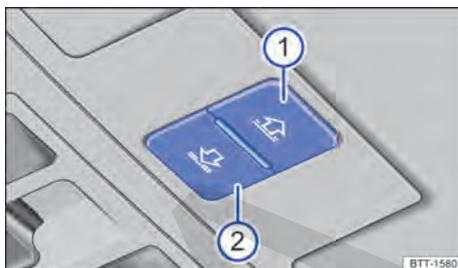

Fig. 112 En el revestimiento interior del techo: teclas para manejar la cortinilla parasol.
Las teclas → fig. 112 (1) y (2) tienen dos niveles. Pulsando las teclas hasta el primer nivel se puede abrir o cerrar la cortinilla parasol total o parcialmente.
- Antes de que transcurran aprox. 5 segundos desde la activación de la función antiaprisionamiento, pulse la tecla → fig. 112 ② hasta que la cortinilla se haya cerrado completamente.